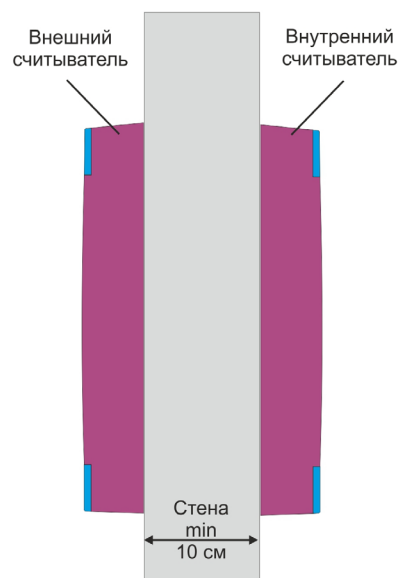

Рисунок 4. Крепление считывателей на одном уровне
- При установке считывателей на одном горизонтальном и вертикальном уровне (рисунок 4) толщина стены должна быть не менее 10 сантиметров;